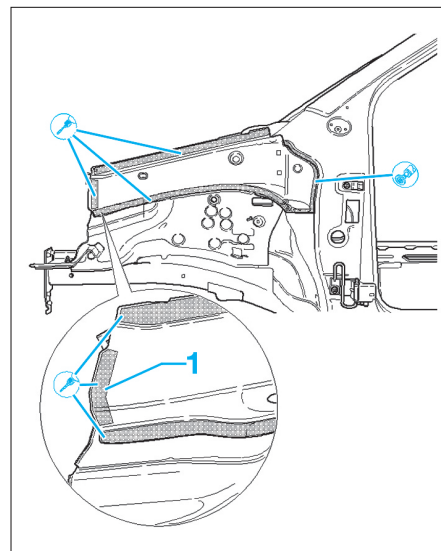

FIG. 4
- Dépointer et dégraffer les accostages d'origine (Fig.4).